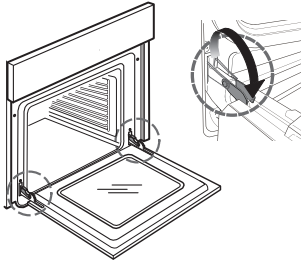

fig. 1
2. Til de twee vergrendelingen van de scharnieren omhoog en naar voren tot ze niet verder kunnen (Fig. 1).